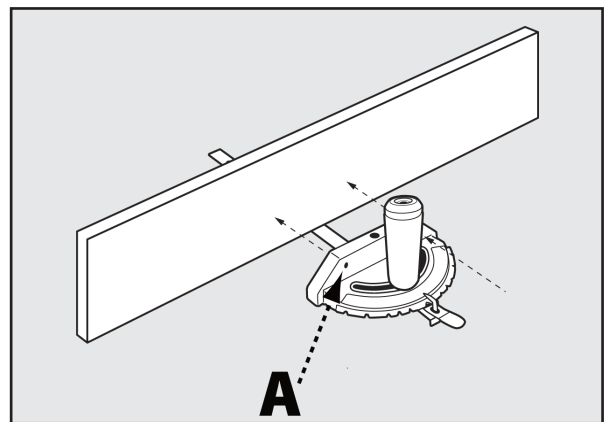

FIGURE 36
Ce revêtement auxiliaire en bois peut être fixé à l'avant du guide à onglets par deux vis à bois à travers les trous (A) fournis dans le corps du guide à onglets et dans le revêtement en bois. Voir Figure 36. Assurez-vous que les vis sont suffisamment longues pour fixer le revêtement, mais sans traverser le bois.